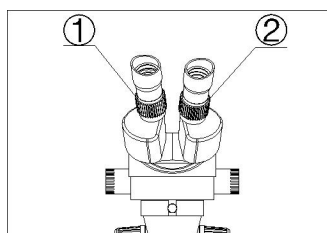

图 3
(五) 通过右边的目镜观察，如果像不清晰，旋转右视度调节环②使标本清晰（如图 3）。
(七) 旋转变焦手轮到最小倍率。通过左边的目镜观察，如果像不清晰，旋转左视度调节环①使像清晰（如图 3）。